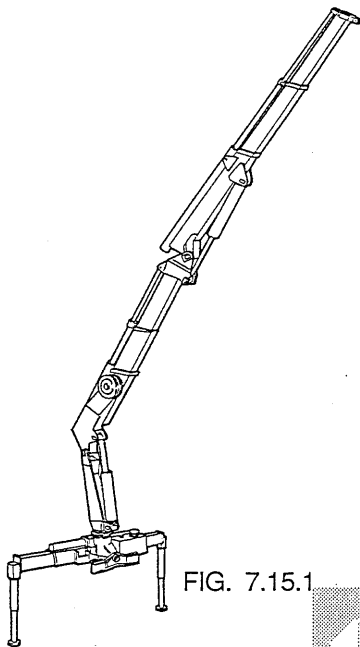

FIG. 7.15.1
a) aprire completamente tutti i martinetti della gru (fig. 7.15.1), compresi gli stabilizzatori, azionando anche la rotazione a finecorsa (nel lato opposto a quello di chiusura della gru).
a) fully open all the crane cylinders (Fig. 7.15.1), including the outriggers, and slewing system rotating the crane at the stroke end opposit to the crane boom folding position.